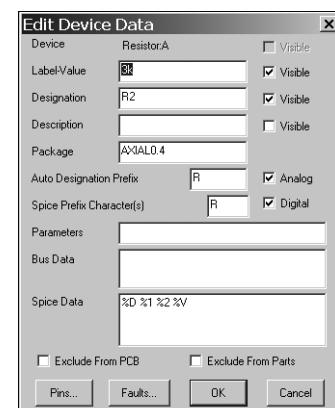

Рис. 9.17. Окно с параметрами резистора
- После того, как все компоненты будут расставлены по своим местам, следует проверить соответствие принадлежащие каждому из данных компонентов с данными по схеме из п. 1. Если возникнет необходимость изменить данные резистора, конденсатора или катушки индуктивности, то дважды щелкните мышью на изображении компонента. При этом появится диалоговое окно, в котором следует внести нужные изменения. Пример для изменения параметров резистора показан на рис. 9.17.